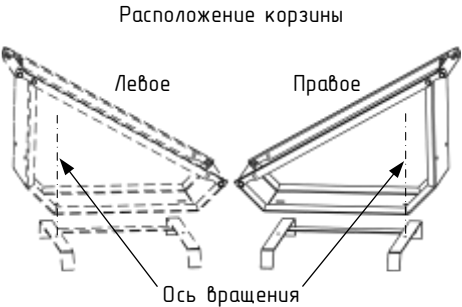

Рис. 1. Рукавная кассета Исп.1 смена вращения, левое/правое
- 4.3.1. Рукавная кассета Исп.1 (Рис.1 поз.1), для шкафов ШП-К1 и ШП К1-О1, закреплена на опорной раме (рис.1 поз.2а).